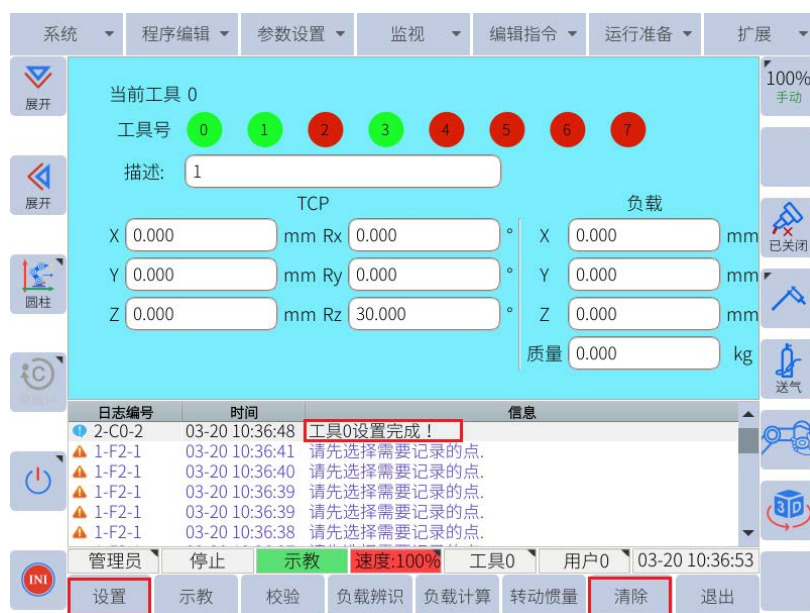

图 6-85：工具坐标设置完成
3. 点击子菜单栏的“设置”，信息提示栏会提示“工具坐标设置完成”，点击“清除”，可清除当前工具下的数据，如图 6-85 所示。